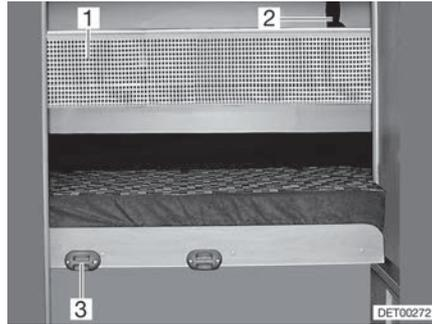

Fig. 65 Red de seguridad
- Enganchar la escalera de ascenso con los largueros en el soporte (Fig. 65,3) en el panel.
La red de seguridad (Fig. 65,1) viene de serie entre el colchón y el somier. Apenas extender la red de seguridad cuando la persona ya se encuentre en la cama.
- Engatillar las cintas de sujeción (Fig. 65,2) en los soportes en el techo.